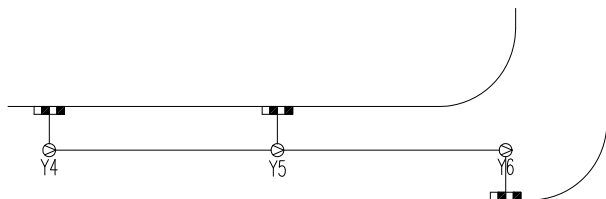

图 6-29 “垂直连线”布置
- “垂直连线”选项：单击该按钮，可以在指定的雨水井和道路线的垂直交点处布置雨水口，且可自动连接雨水管，布置结果如图 6-29 所示。